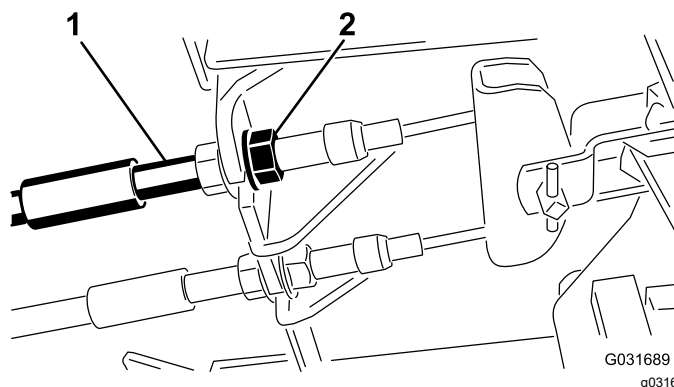

図 88
1. 遊びを減らすブレーキを締めるには、ブレーキケーブルのねじ山の前ナットをゆるめ、後ろのナットを締める図 88。